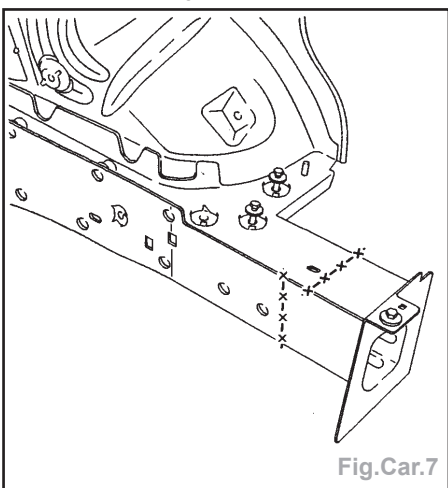

Fig.Car.7
- Dégraffer les points à l'aide d'une fraise de Ø 8 mm (Fig.Car.7).
- Poser la semelle de longeron (partielle) et souder par points électriques, cordon MAG et points bouchons MAG (Fig.Car.7).